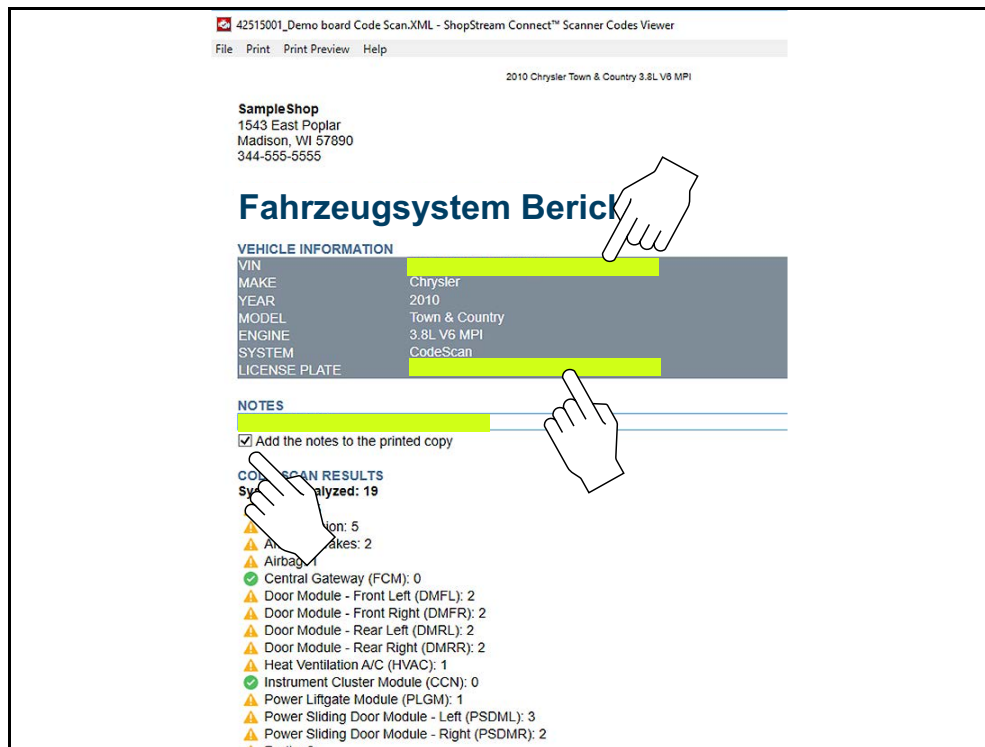

Abbildung 6-14
1. Öffnen Sie über ShopStream Connect die XML-Datei des Code-Scans, die bearbeitet werden soll (Abbildung 6-14).
2. Klicken Sie in die bearbeitbaren Felder (Abbildung 6-14), um Werte zu ändern oder Notizen hinzuzufügen.
3. Aktivieren Sie das Häkchen bei „Add the notes to the printed copy“ (Notizen auf Ausdruck anzeigen) (Abbildung 6-14).